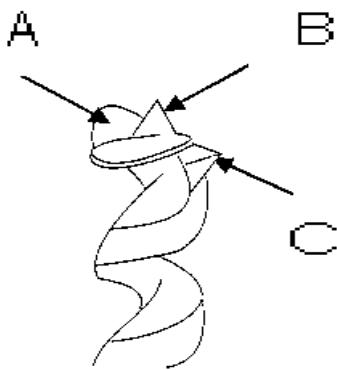

Рис. 7
Обработайте внутреннюю кромку ленточки сверла (A, Рис. 7), центрирующее острие (B) и режущую кромку, направляя надфиль внутрь к канавке сверла (C).